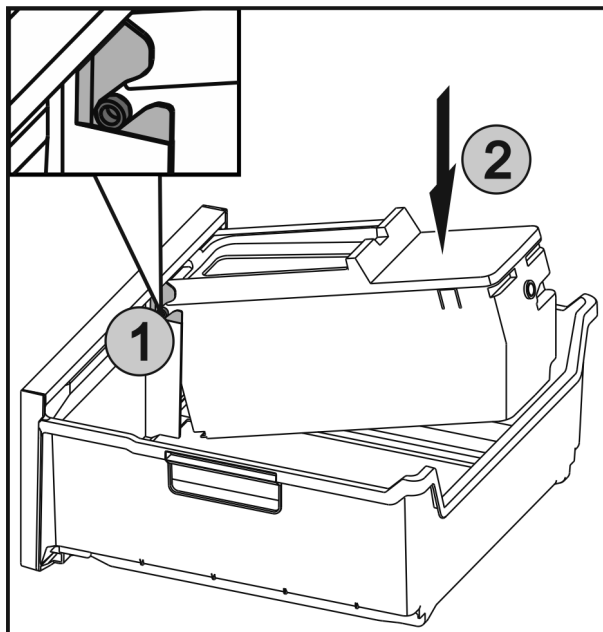

Fig. 42
- ▶ Zasuňte osi Fig. 42 (1) na EasyTwist-Ice do vedení a tlačte zadnú stranu Fig. 42 (2), kým spona nezapadne.